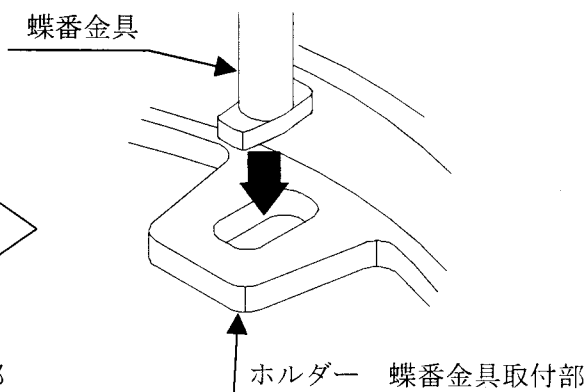

図 6
1. 蝶番金具が下になるように蓋を持ち上げてください。(図6参照)